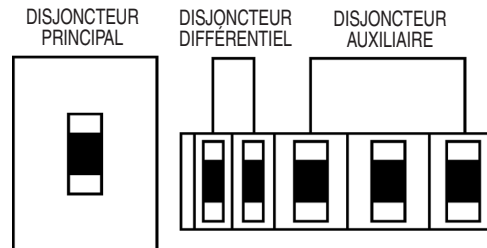

Figure 54. Disjoncteurs (Arrêt) Princ. Aux. et GFCI
1. Placer les disjoncteurs **PRINCIPAL, GFCI et DE CHARGE** comme indiqué dans Figure 54 à la position d'arrêt **OFF**.